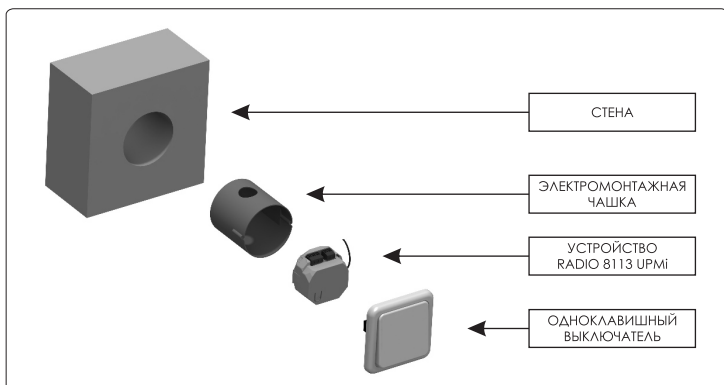

Рисунок 1 Монтаж устройства Radio 8113 UPMi
- Выполнить монтаж и подключение устройства в соответствии с рис. 1 и 2: